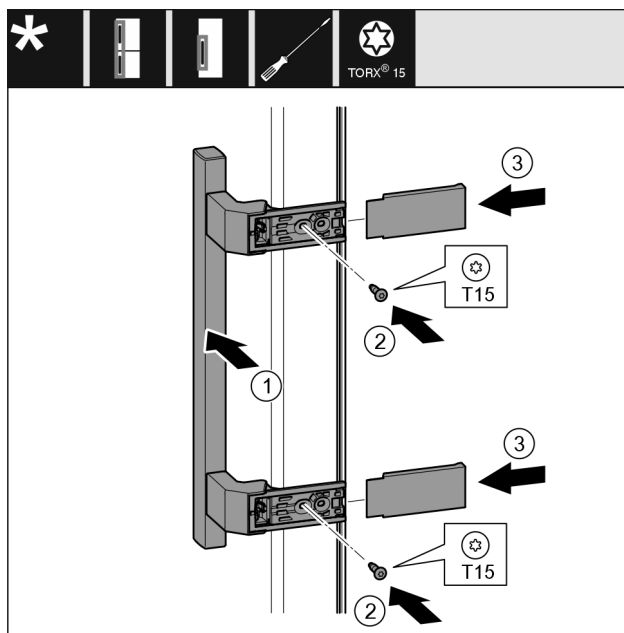

Fig. 53
- Namestite ročaj Fig. 53 (1) na nasprotno stran.
- Zategnite vijake Fig. 53 (2) z izvijačem.
- Pristavite pokrove Fig. 53 (3) na strani in jih potisnite gor.